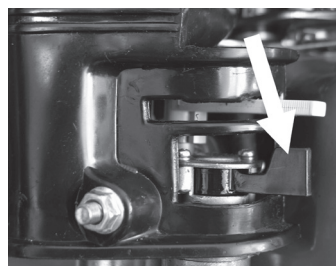

Abb. 6
- Öffnen Sie den Kraftstoffeinlass, indem Sie den Hebel des Kraftstoffhahns nach rechts bewegen (Abb. 6).